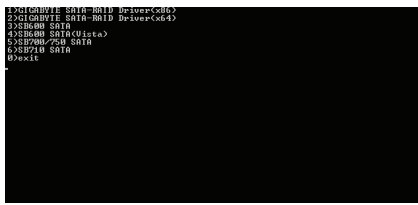
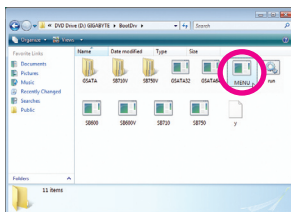

図 2
図 3
ステップ 2: コントローラメニュー (図 2) が表示されたら、起動ディスクを取り出し、フォーマット済みの空きフロッピーディスクを挿入します。メニューから対応する文字を押して、コントローラドライバを選択します。例えば、図 2 のメニューから、RAID/AHCI ハードドライブに Windows XP をインストールするには、(5) SB700/750 SATA^(注2)を選択します。システムはこのドライバファイルを自動的に圧縮し、フロッピーディスクに転送します。完了したら、<0> を押して終了します。
代替システムを使用して、マザーボードドライバディスクを挿入します。光ドライブフォルダから、BootDrv フォルダで MENU.exe ファイルをダブルクリックします (図 3)。図 2 に似たコマンドプロンプトウィンドウが表示されます。
(注 2) GIGABYTE SATA2/ JMB322 コントローラに接続されたドライブに Windows をインストールし、BIOS セットアップで AHCI モードに設定する必要がある場合、図 2 のメニューの GIGABYTE SATA-RAID Driver (GIGABYTE SATA-RAID ドライバ) が要求されます。OS インストール中のドライバのインストールについては、セクション 5-1-4 を参照してください。